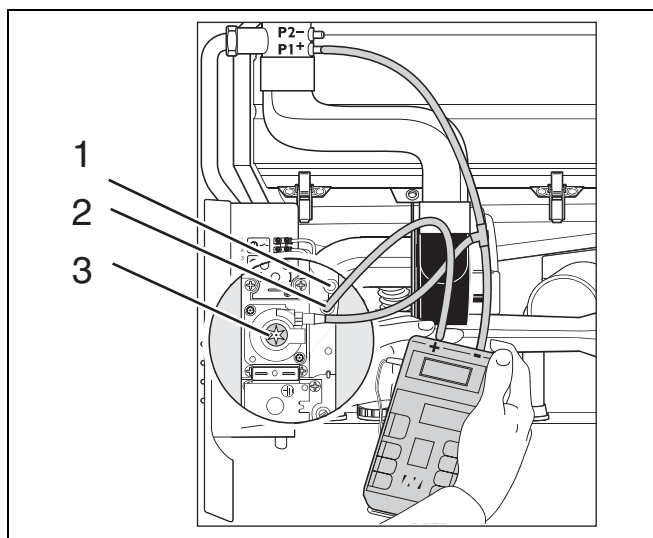
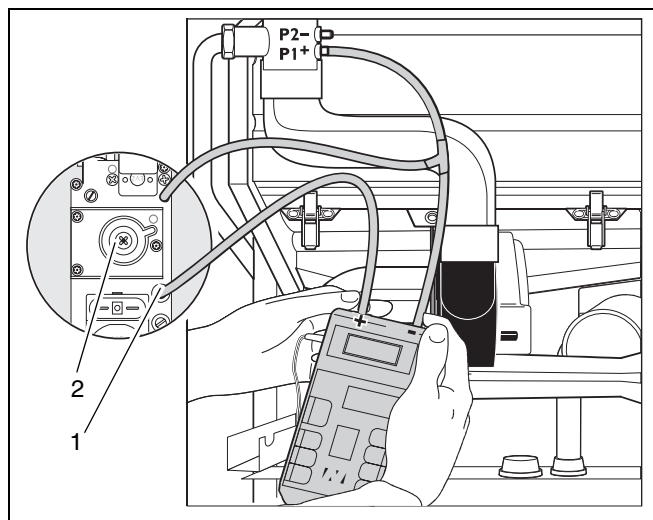

Fig. 28 Controlul și reglarea raportului dintre gaz și aer (armătura Honeywell)
Fig. 29 Controlarea și reglarea raportului dintre gaz și aer (armătură SIT)
- Furtunul inferior se scoate din duza de gaz/aer și se montează la mijloc furtunul în T (fig. 28 sau fig. 29).
- Se slăbesc cu două turații șuruburile niplului de măsurare pentru presiunea arzătorului la armătura Honeywell (fig. 28, poz. 2), iar la armătura SIT (fig. 29, poz. 1) se scot cu totul.
- Se slăbesc cu două turații șuruburile niplului de măsurare pentru presiunea arzătorului (fig. 28, poz. 1), iar la armătura SIT (fig. 29, poz. 1) se scot cu totul.
- Racordul pozitiv al manometrului se conectează la un furtun la niplul de măsurare a presiunii arzătorului (fig. 28, poz. 2 sau fig. 29, poz. 1).
- La deviere, raportul dintre gaz și aer se restabilește la șuruburile de reglare (fig. 28, poz. 3 sau fig. 29, poz. 2).
Dacă la sarcină parțială, valoarea indicată este prea mare sau prea mică, raportul gaz - aer se reglează prin șurubul de poziție al armăturii arzătorului de gaz (fig. 28, poz. 3 sau fig. 29, poz. 2).